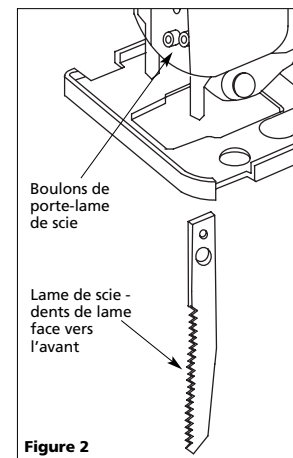

Figure 2
- Desserrer les boulons dans le sens antihoraire sur le porte-lame avec la clé allen (voir la figure 2).
- Avec les dents de lame face vers l'avant, insérer la lame dans le porte-lame aussi loin que possible. S'assurer que le bord arrière de la lame s'ajuste dans le rouleau de support de lame (voir la figure 2).